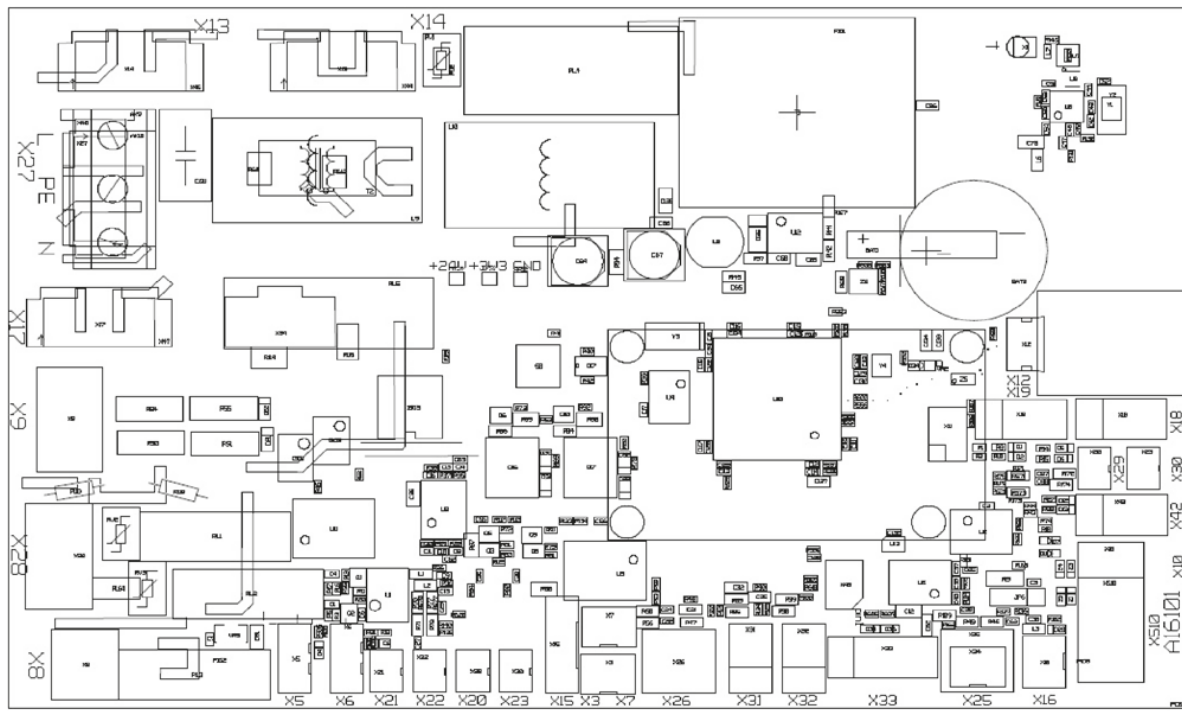

Abb. 3 – Schaltplan der Hauptplatine
2. Entfernen Sie die Montagefüße (4 Stück) und den flexiblen Schlauch für Kondensatablass vom Klimagerät (siehe Abb. 3)